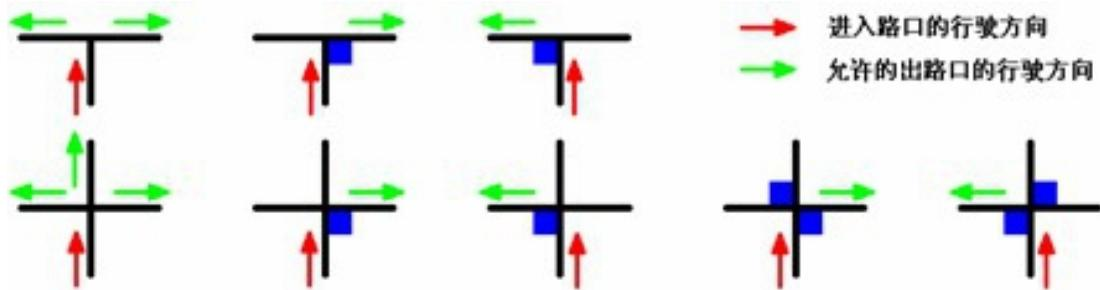

图 2 转弯标志及允许的出路口行驶方向
**3.2.4** 在黑色引导线的十字或丁字交叉处，可能会出现  $50\text{mm} \times 50\text{mm}$  的深蓝色转弯标志。机器人在遇到转弯标志时的正确动作方式如图 2 所示。